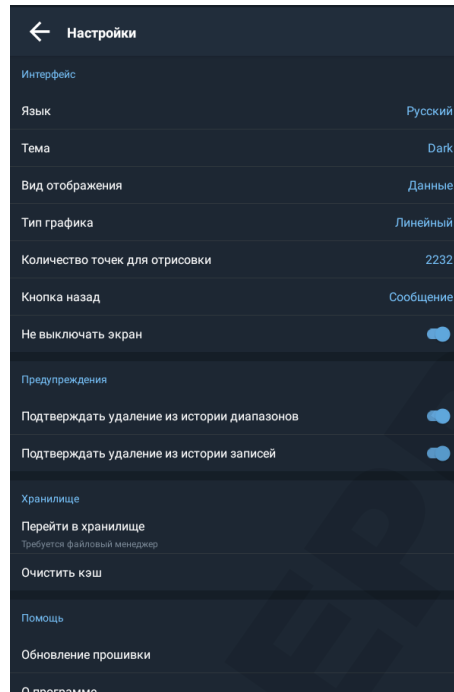

Рисунок 29 – Меню «Настройки»
3.6.7.3 В главном меню () выберите пункт меню «Настройки» (рисунок 29).